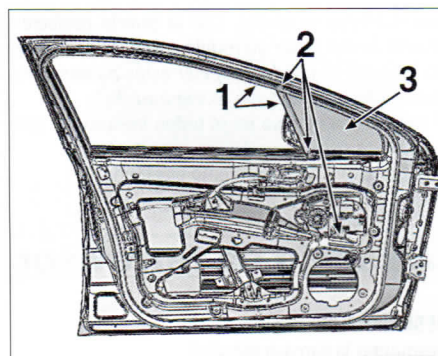

FIG. 25
Desmontar (parcialmente) la junta de patín (1) de la luna del móvil (fig. 25).